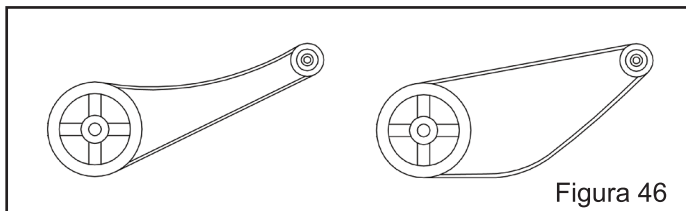

Figura 46
- d) Após montadas as correias e antes de tensioná-la corretamente, faça-as girar manualmente na instalação, de modo que o lado bambo de todas as correias fique para cima ou para baixo conforme Figura 46.